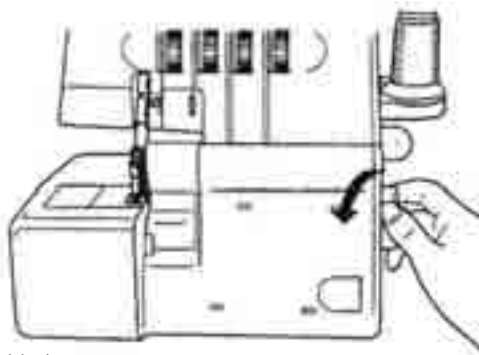

Bild 9b
1. Skruva handhjulet **6** mot dig tills nålen står så högt som möjligt (bild 9b).
Skruva bara handhjulet **6** mot dig (bild 9b).